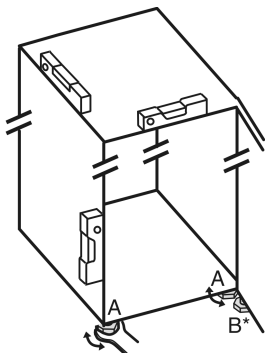

Fig. 25
- Zhvendosini këmbëzat me rregullim Fig. 25 (A) me çelës fiso dhe me ndihmën e një niveli me ujë, derisa pajisja të jetë niveluar mirë.
- Zhvendosni këmbëzat me rregullim Fig. 25 (B) në bazamentin mbështetës me çelësat fiso të përfshirë në paketim, derisa të jetë mbështetur mbi dysheme.
- Rrotulloni këmbëzën me rregullim Fig. 25 (B) me 90°.